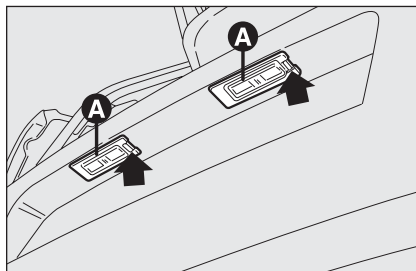

fig. 27
- agir sur le point indiqué par la flèche et enlever le groupe transparent **A - fig. 27** ;